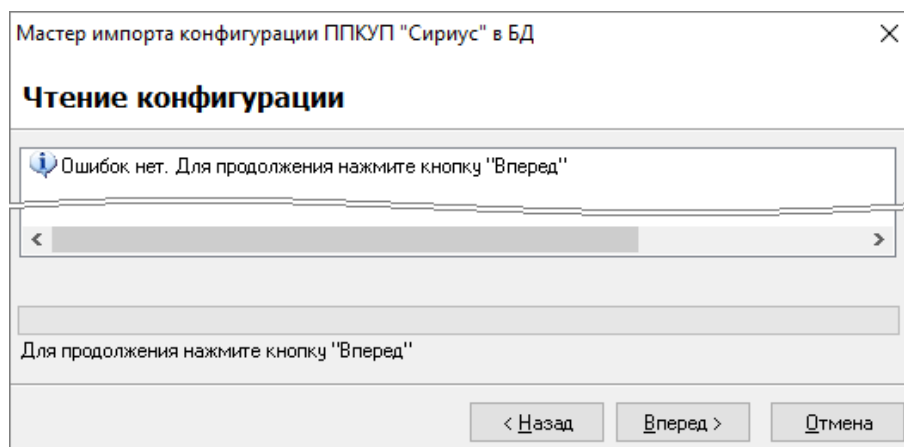

Рисунок 6-947 Мастер импорта конфигурации ППКУП "Сириус" в БД, страница чтения конфигурации, информация об отсутствии ошибок
- если ошибок, препятствующих импорту конфигурации, не обнаружено, то в информационном поле отобразится соответствующая информация (см. Рисунок 6-947). В этом случае нажмите кнопку «Вперед >» для продолжения работы Мастера.